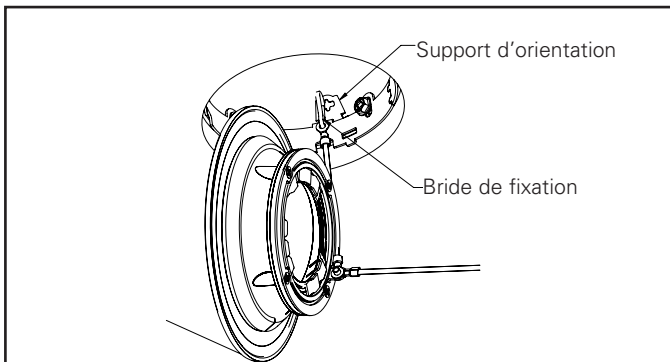

Figure 21.
5. Fixez la bride de fixation de la garniture au support d'orientation (Figure 21).